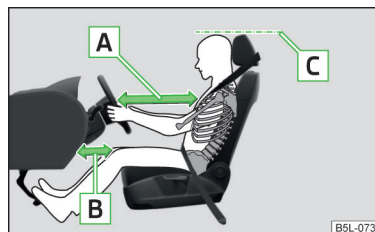

Fig. 1
- ✓ Ajuste el asiento del conductor longitudinalmente de forma que la distancia de las piernas **B** hasta el tablero de instrumentos en la zona del airbag de rodillas sea al menos de 10 cm » **fig. 1.**
- ✓ Ajuste el volante de tal modo, que la distancia [A] entre el volante y el esternón sea, como mínimo, de 25 cm» fig. 1. Ajuste el volante » página 8, *Ajustar la posición del volante*.
- ✓ Ajuste el reposacabezas de tal modo que el borde superior del mismo se encuentre de ser posible a la misma altura que la parte superior de su cabeza [C] » fig. 1.
- ✓ Ajuste el reposacabezas de tal modo que el borde superior del mismo se encuentre a ser posible a la misma altura que la parte superior de su cabeza [C] » fig. 1 de la página 7.
- ✓ Ajuste el reposacabezas de tal modo que el borde superior del mismo se encuentre de ser posible a la misma altura que la parte superior de la cabeza [\[C\]](#) » fig. 1 de la página 7.